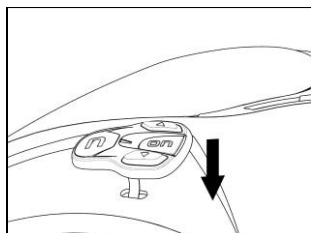

Fig. 4
- Far passare il cavo della tastiera all'interno del foro presente sulla calotta esterna (Fig. 4).